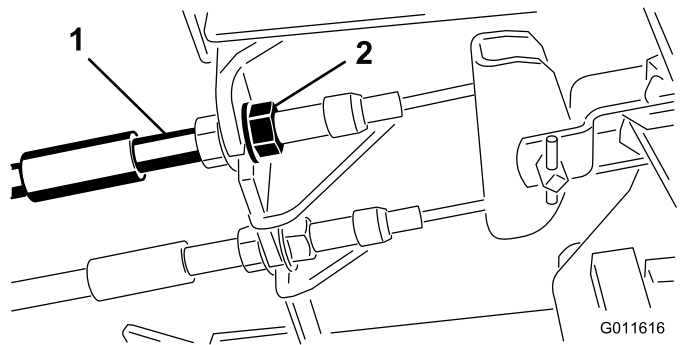

Figure 87
- Pour réduire la garde aux pédales de frein, serrez les freins en desserrant l'écrou avant sur l'extrémité filetée du câble de frein (Figure 87).